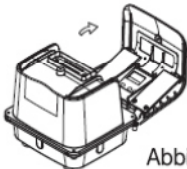

Abbildung 2
3. Entfernen Sie den Filterdeckel wie in der Abbildung 2 dargestellt.